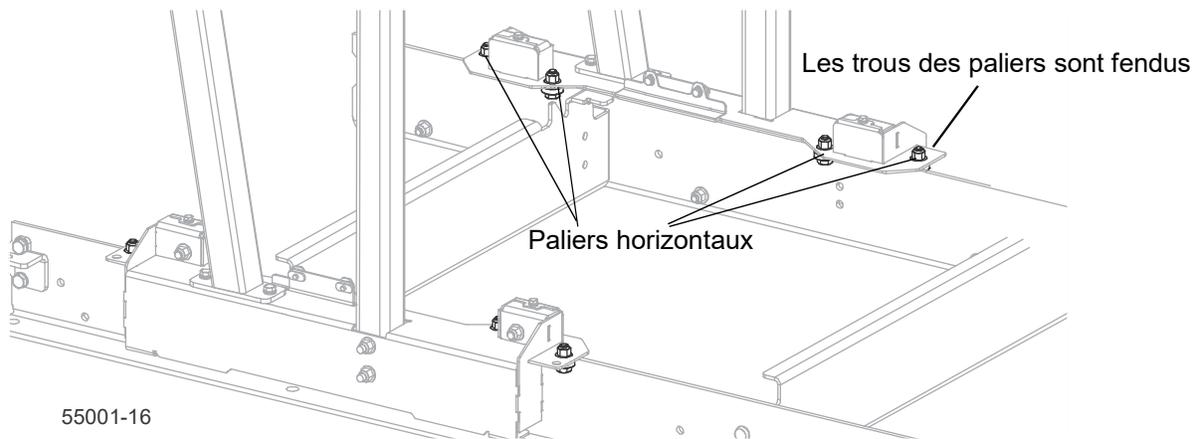

FIG. 3-12
4. Aligned les paliers horizontaux. Voir Figure 3-12.